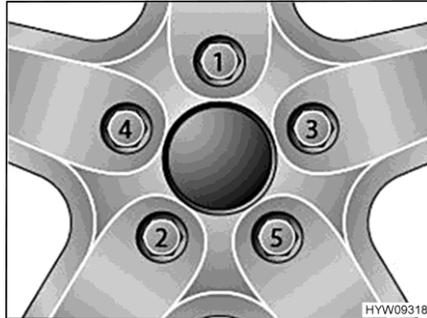

Fig. 169 Serrer en croix les écrous ou les boulons de roue
- Serrer les écrous ou les boulons de roue dans l'ordre indiqué à la Fig. 169. Utiliser pour ce faire une clé dynamométrique et respecter le couple de serrage prescrit (voir paragraphe 13.6.2).
- Vérifier régulièrement le serrage des écrous ou des boulons de roues. Resserrer tous les écrous ou les boulons de roue 50 km après le changement d'une roue. Respecter l'ordre indiqué à la Fig. 169.
- Si des jantes neuves ou repeintes sont utilisées, alors resserrer les écrous ou les boulons de roue une fois de plus après env. 1 000 à 5000 km. Respecter l'ordre indiqué à la Fig. 169.
- ▷ Serrer en croix les écrous ou les boulons de roue (Fig. 169).